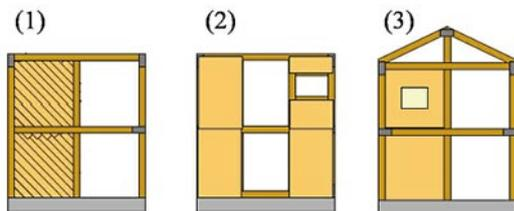

図3 壁式構造
壁式構造は、ツーバイフォーのような骨組み材の外側から面材を当てて、釘をどんどん打っていくというパターン（図 3 (1)）もあれば、骨組み材の間に何か受け材を入れて、すっぽり真壁型に入れるというのがあります。
開口部がある場合には、上下に面材を張って真ん中に窓を残すやりかたがあります（図 3 (2)）。それから開口部が小さい場合には、枠さえしっかりとめておくと、多少開口部があってもこれ全体で保ってくれます（図 3 (3)）。ちょっとした換気扇の開口などがあっても全部埋まっているパネルとあまり変わりません。それから、接着してしまうやり方もあります。筋かいには、施工を十分注意しないと脆く壊れる場合があります。それに対して、べったり面材を張ったものはけっこう粘りもあって、耐震性能は今の段階で日本の研究分野の中ではこれが一番いいといわれています。ただ、開口部の制約はあります。